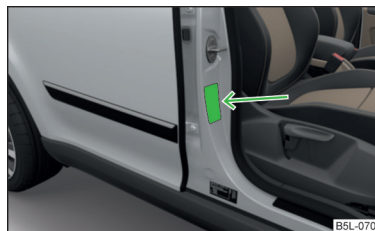

Fig. 14
- Pe stâlpul B, pe partea pasagerului față » fig. 14. Eticheta poate fi observată după deschiderea portierei pasagerului față.